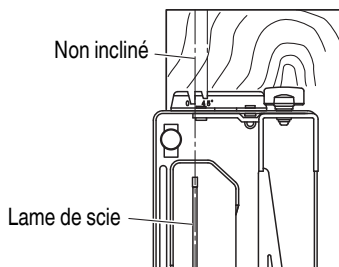

Fig. 11 <Vue supérieure>
- (1) Placer le socle sur le matériau, puis aligner la ligne prémarquée et la lame de scie avec la découpe sur le devant du socle (Fig. 11).
- (2) Lorsque le socle n'est pas incliné, utiliser la grosse découpe (Fig. 11 et 12).
Si le socle est incliné (45 degrés), utiliser la petite découpe (Fig. 11 et 13).